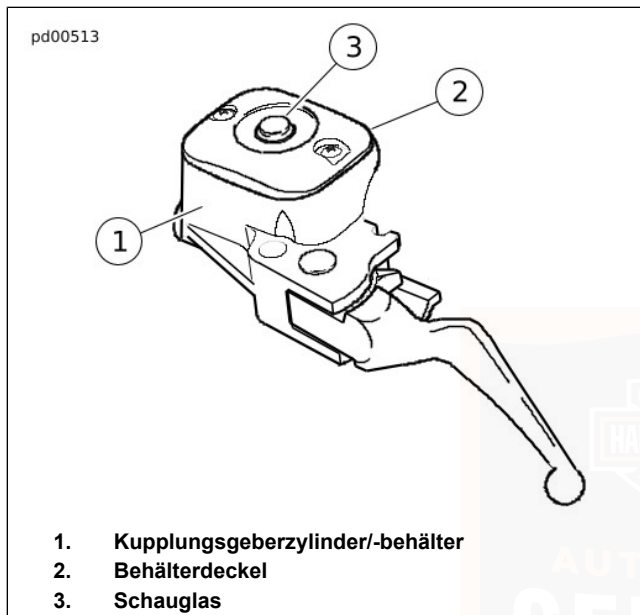

Abbildung 52. Kupplungsgeberzylinderbehälter
2. Siehe Abbildung 52. Behälterschauglas (3) prüfen. Prüfen, ob Flüssigkeit sichtbar ist. Das Schauglas ist dunkel, wenn Flüssigkeit vorhanden ist.